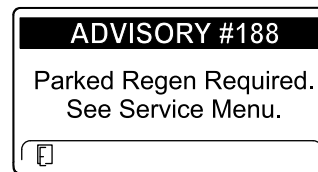

Bild 41
- Eine geparkte Regenerierung ist erforderlich, ADVISORY #188 (Bild 41)